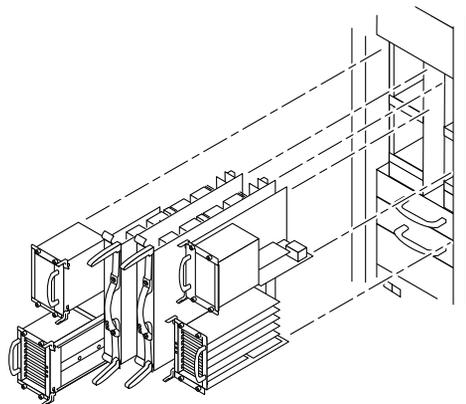

図 11-2 Sun Fire E6900 システムの正面からのすべてのコンポーネントの取り外し
6. システムの正面および背面から、すべての CPU/メモリーボード、リピータボード、I/O アセンブリ、システムコントローラボード、およびフィルターボードまたはフィルターパネルを取り外します (図 11-2)。